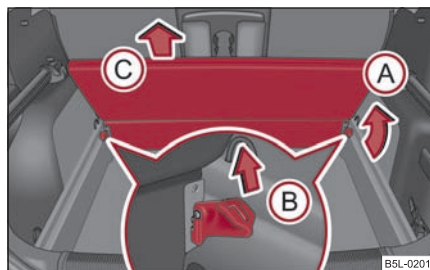

Fig. 106 Maletero: retirar el piso de carga variable
- Levantar el piso en el sentido de la flecha **(A)** ⇒ página 94, fig. 106.
- Tirar de las palancas de seguridad en ambos lados en el sentido de la flecha **(B)** ⇒ página 94, fig. 106.